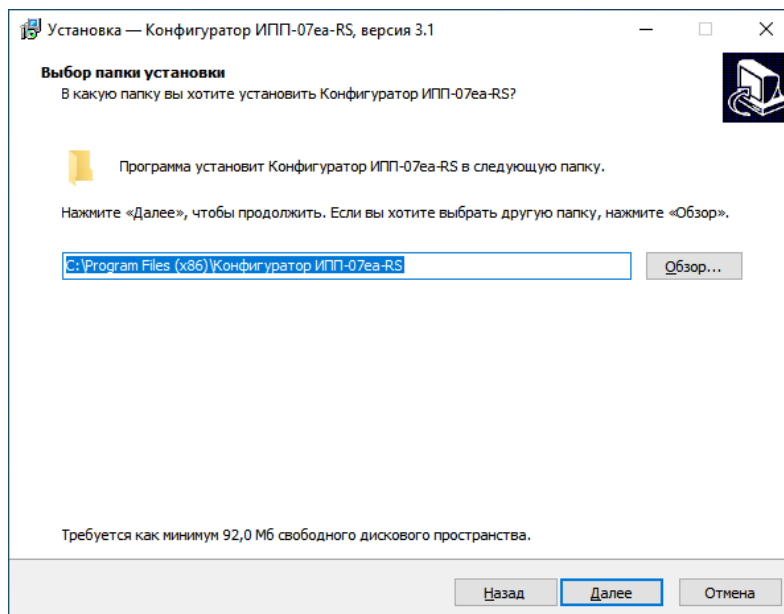

Рисунок 1.2 - Окно «Выбор папки установки»
2) В окне «Выбор папки установки» (Рисунок 1.2) необходимо выбрать путь установки ПО «Конфигуратор ИПП-07еа-RS» нажав кнопку «Обзор». После необходимо нажать кнопку «Далее». По умолчанию установлен путь: «C:\Program Files (x86)\Конфигуратор ИПП-07еа-RS».